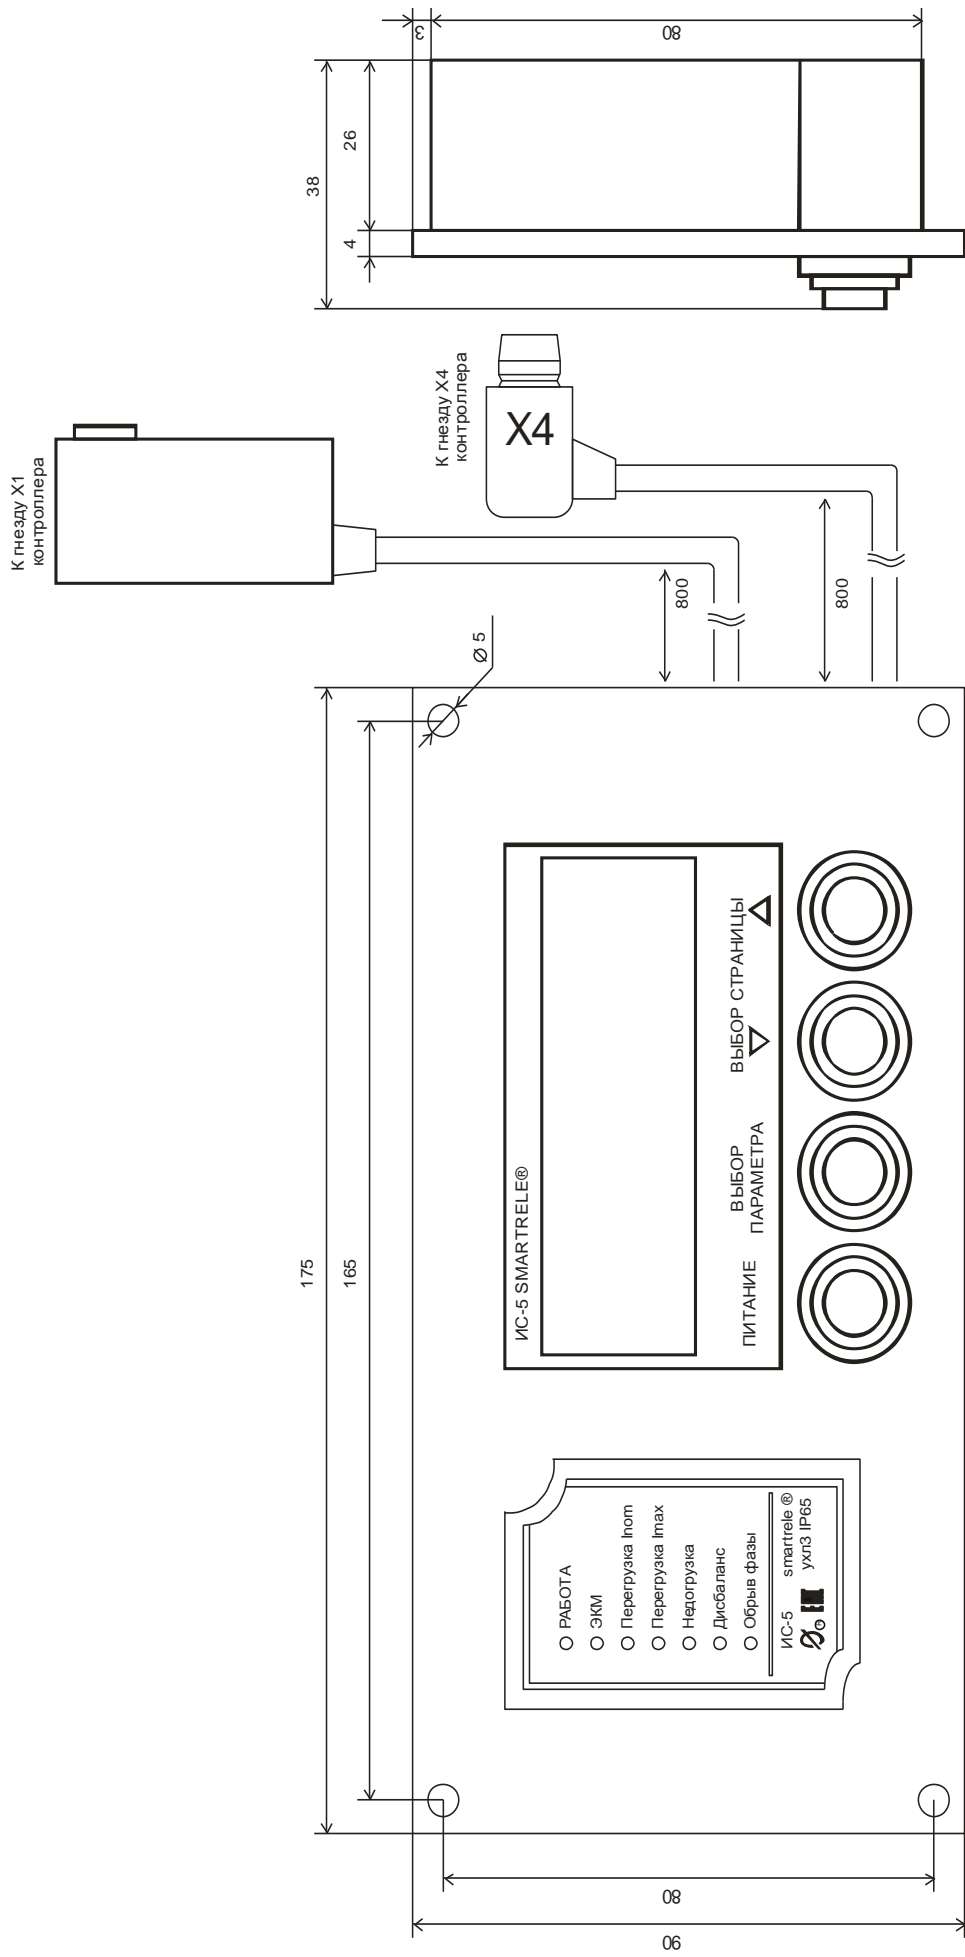

Рисунок 3 – Внешний вид и схема подключения индикатора сигнального ИС5
2.5 Модуль ИС5 (Индикатор сигнальный ИС5 OLED) (рис.3) представляет собой панель с расположенными на ней светодиодными индикаторами, дисплеем и кнопками управления. Модуль обеспечивает индикацию режима работы электроустановки, программирование и считывание информации прибора защиты. Модуль предназначен для установки на электрический щит (шкаф, место оператора).